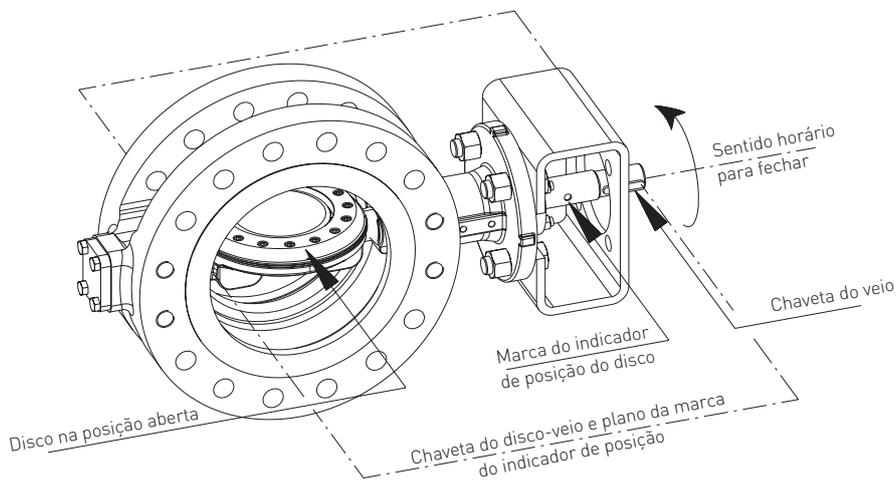
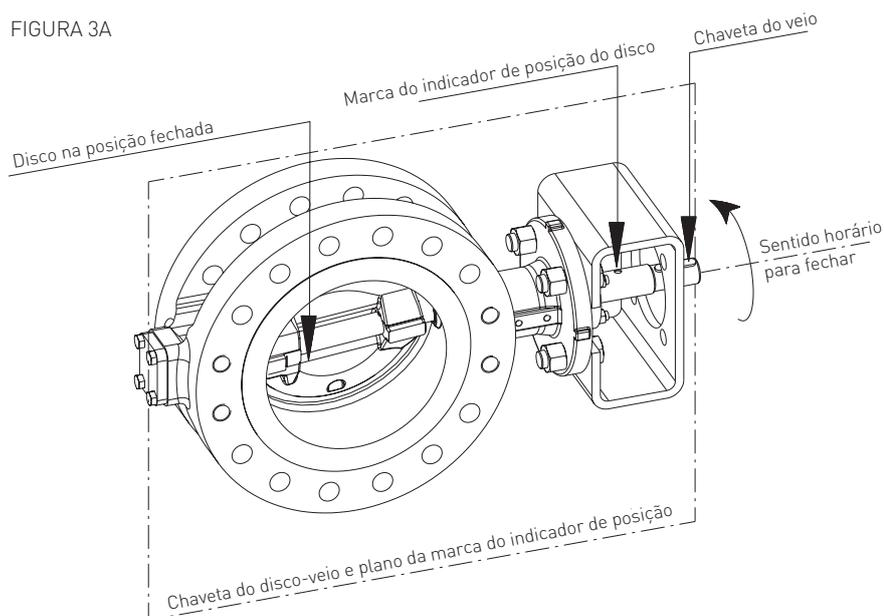

FIGURA 3A
FIGURA 3B
2. Verificar a operacionalidade da válvula, manobrando-a para as posições "totalmente aberta" e "totalmente fechada". Para verificar a orientação da válvula, a marca do indicador de posição do disco sobre o veio (durante o ciclo normal de abertura-fecho) deve rodar no sentido horário, a partir de uma posição alinhada com a tubagem (consultar a figura 3A), para uma posição paralela aos flanges do tubo (consultar a figura 3B).